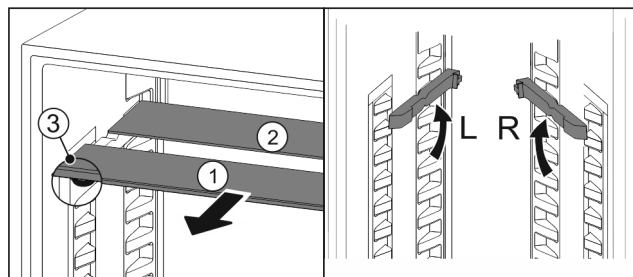

Fig. 81
- Træk glaspladerne ud enkeltvis fremad Fig. 81 (1).
- ▷ Glaspladen Fig. 81 (1) med pyntelisten ligger foran.
- ▷ Stoppene Fig. 81 (3) peger nedad.